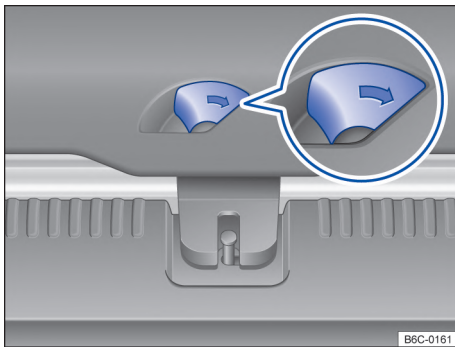

Fig. 62 En el maletero: desbloquear la tapa trasera.
- Desplazar la palanca de desbloqueo en el sentido de la flecha → fig. 62, para destrabar el portón trasero.